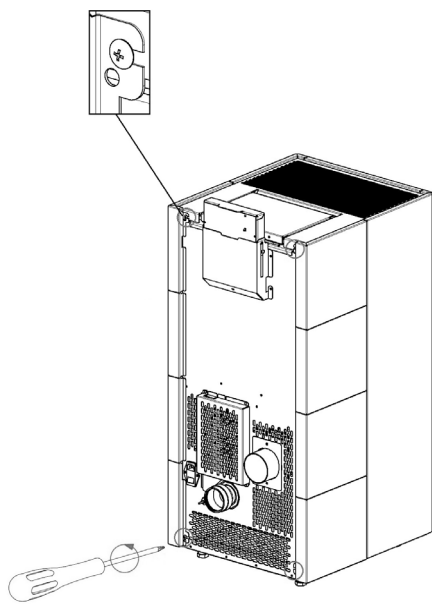

Fig. 61 - Afloje los tornillos
- Afloje los 6 tornillos traseros (ver **Fig. 61**).